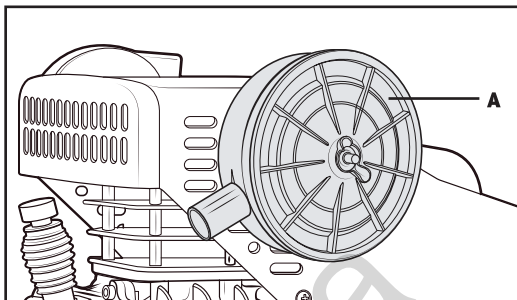

Рис. 5
- Присоедините корпус воздушного фильтра **А** с фильтрующим элементом к корпусу головки компрессора. Рис. 5.